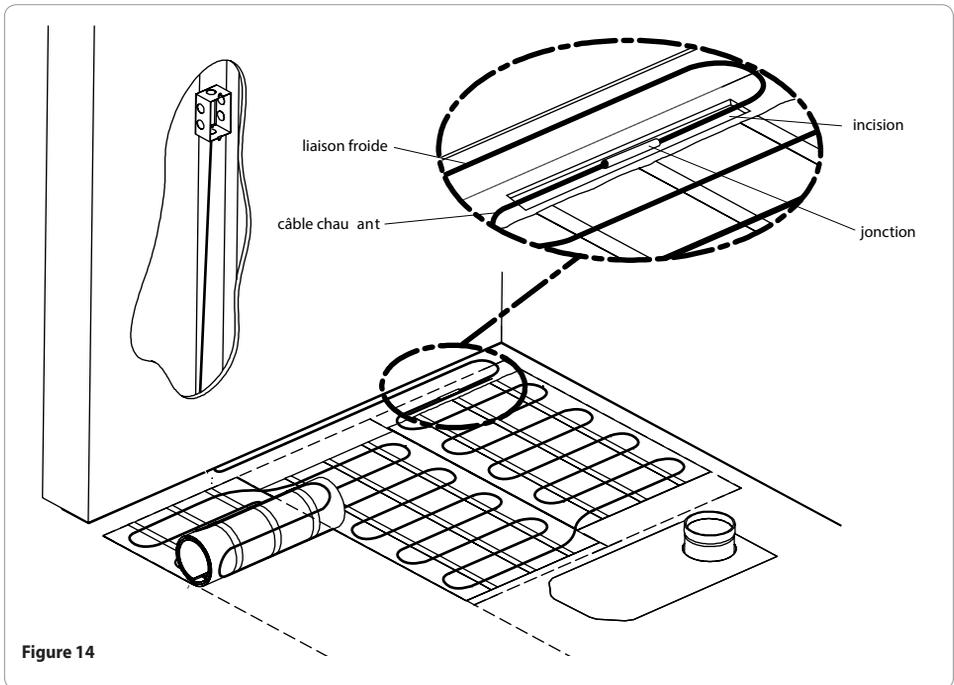

Figure 14
- Dérouler le rouleau de câble sur treillis, face collante contre le sol (figure 14);